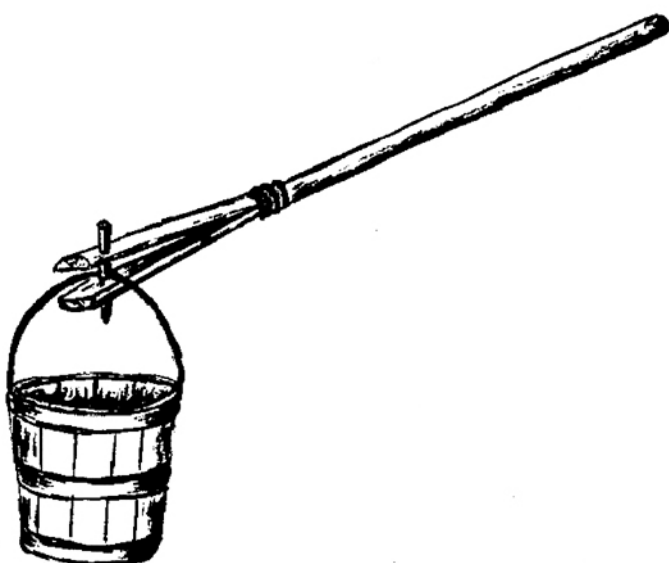

fig. 10
M. Robert Bouiller, conservateur du musée Alice-Taverne d'Ambierle, signale en Roannais38 un manche de puisage différent et sans aucun risque pour l'utilisateur. L'extrémité du bâton est fendue en deux. Dans l'entrebâillement ainsi réalisé, l'utilisateur insère l'anse du seau qui est alors maintenue prisonnière par une cheville de bois glissée dans deux trous pratiqués dans chacune des deux branches (fig. 10)